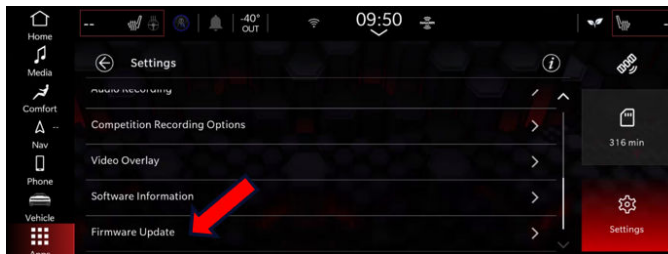

Fig. 15
28. Click on Firmware Update Fig. 15.